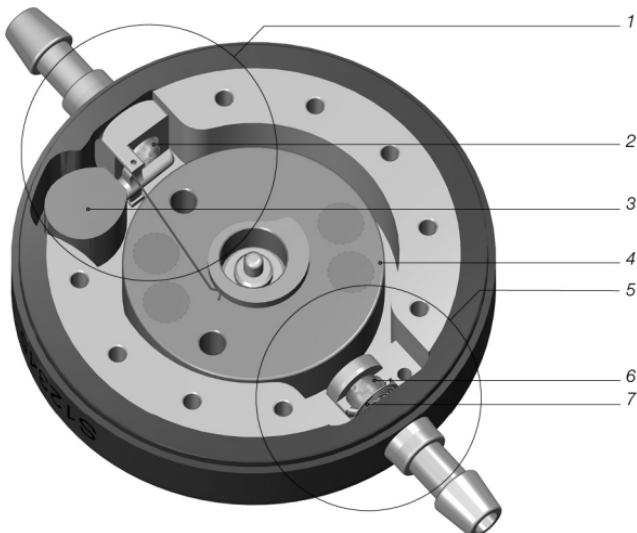

Fig. 1: Vu en coupe de la M.blue
La *M.blue* est une valve fabriquée en titane. Elle se compose d'une unité gravitationnelle réglable et d'une unité de pression différentielle (fig. 1). L'unité gravitationnelle réglable (1) dans la partie proximale de la valve dispose d'un poids en tantale (3) qui, via un levier, maintient la bille de saphir dans le siège de bille (2). Selon la position du corps du patient, l'influence du poids en tantale sur la bille de saphir varie et ainsi la pression d'ouverture de la valve. Un rotor (4) permet de régler à travers la peau la force du ressort spirale relié au levier.